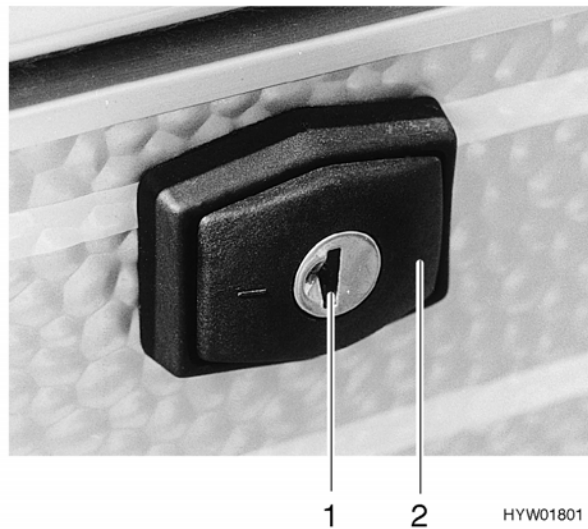

Bild 15 Klappenschloß, verschlossen
- ▷ Bei Regen kann Wasser in das geöffnete Klappenschloß eindringen. Deshalb den Schloßgriff (15,2) wie auf Bild 15 abgebildet schließen.